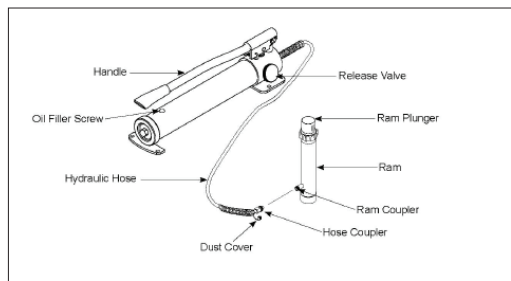

Fig. 04
- Montieren Sie den Schlauch zwischen Pumpe und Ramme.(Fig. 04)
- Drehen Sie das Ablassventil der Pumpe zu. (Fig. 04) WICHTIG: Ziehen Sie das Ventil nur mit der Hand fest. Eine übermäßige Kraftanwendung auf das Ventil kann den Ventilkörper beschädigen.
- Assemble the hose between the pump and ram. (Fig. 04)